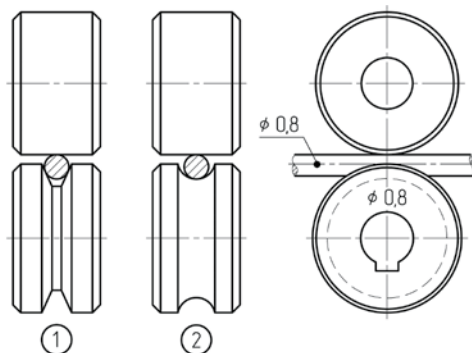

Рис. 10.6. Выбор подающего ролика.
- форма канавки соответствует типу сварочной проволоки (см. рис. 10.6).